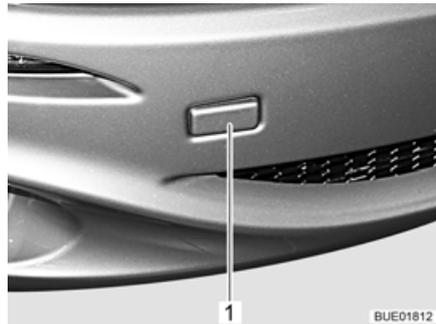

Fig. 46 Tapa para el alojamiento de la argolla de remolque (ejemplo)
- Retirar la cubierta (Fig. 46,1).